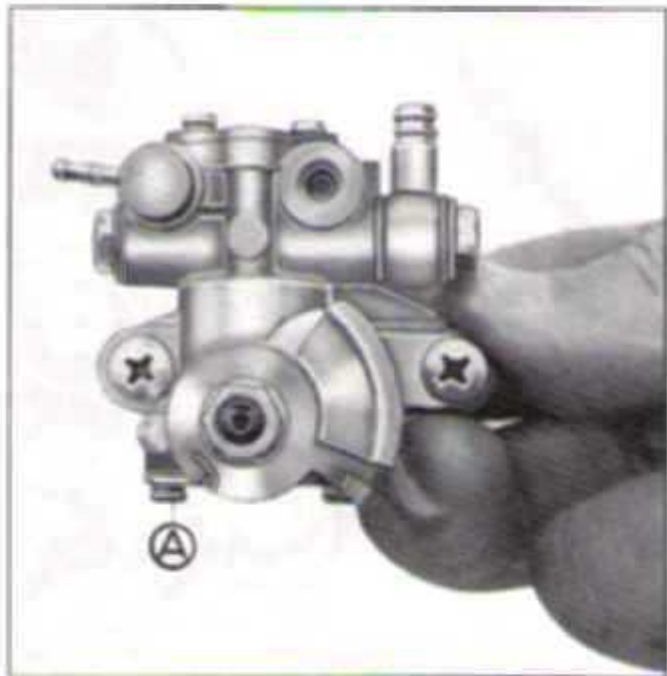

FIG. M55 - A. CONJUNTO BOMBA DO ÓLEO
13. Posicionar a junta de vedação na bomba de óleo. Fixar a bomba de óleo com os dois parafusos retirados na montagem. Figura M55.